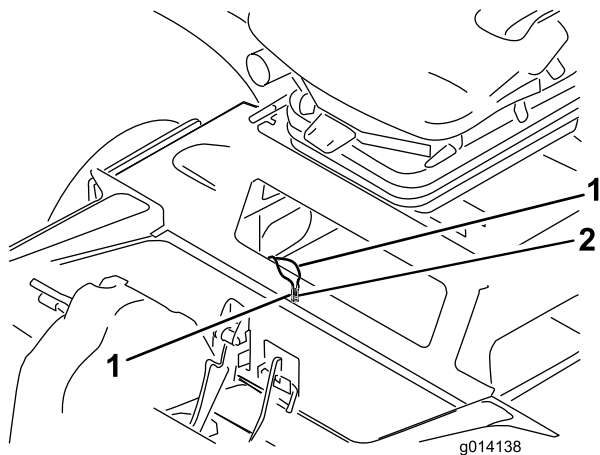

Figura 52
3. Localice los dos cables-puente taponados del contrapeso, dentro del compartimento (Figura 52)